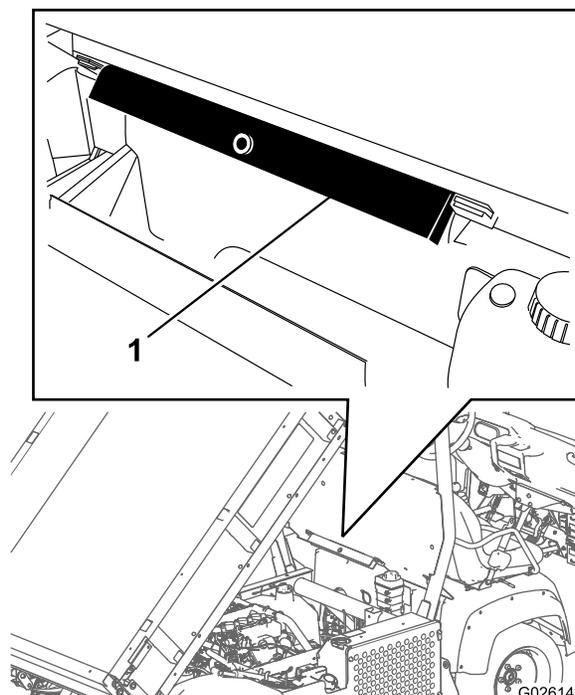

Figura 13
2. Retire o suporte da plataforma dos suportes de armazenamento na parte de trás do painel do sistema ROPS (Figura 13).